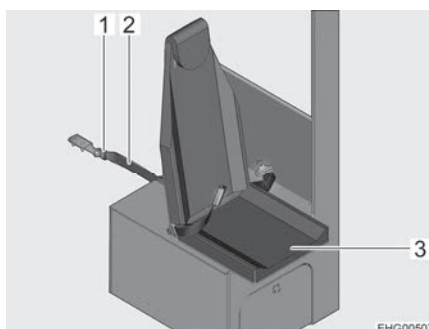

Fig. 37 Bloccaggio del sedile installabile
- Infilare la cintura di ritegno (Fig. 37,2) nella sua chiusura (Fig. 37,1).
- Ribaltare il piano di seduta (Fig. 37,3).